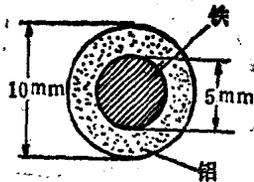

图 2.2
8. 如图 2.2 所示, 这是用铝包上铁的导线。已知铁部分的直径为 5mm, 总直径为 10mm, 求此导线每 100m 的电阻。已知铝的电阻率为 2.62×10^{-8} [$\Omega \cdot m$]。铁的电阻率为 10×10^{-8} [$\Omega \cdot m$]。